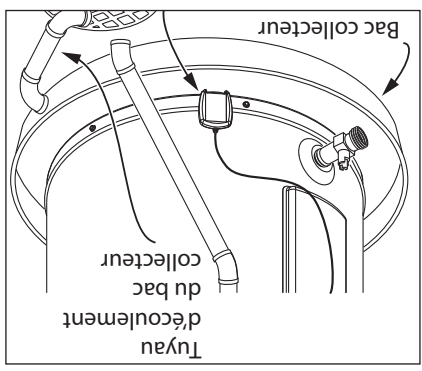

Figure 6 - Un bac collecteur adapté raccordé par un tuyau à un écoulement approprié peut permettre de protéger le plancher des fuites et égouttements.
• Dans un bac collecteur adapté, raccordé par un tuyau à un siphon de sol approprié ou à l'extérieur du bâtiment (Figure 6).
- Placer un bac collecteur adapté (en vente dans tout magasin de plomberie) sous le chauffe-eau (Figure 6) pour recueillir la condensation ou les fuites des raccords de tuyauterie ou de la cuve. La majorité des codes exigent, et nous le recommandons, d'installer le chauffe-eau dans un bac collecteur raccordé par un tuyau que le diamètre du chauffe-eau, 50 mm (2 po) de plus en largeur sorte que le niveau d'eau soit limité à une profondeur maximale de 45 mm (1-3/4 po).
- Bac collecteur adapté (Figure 6 à la page 11)